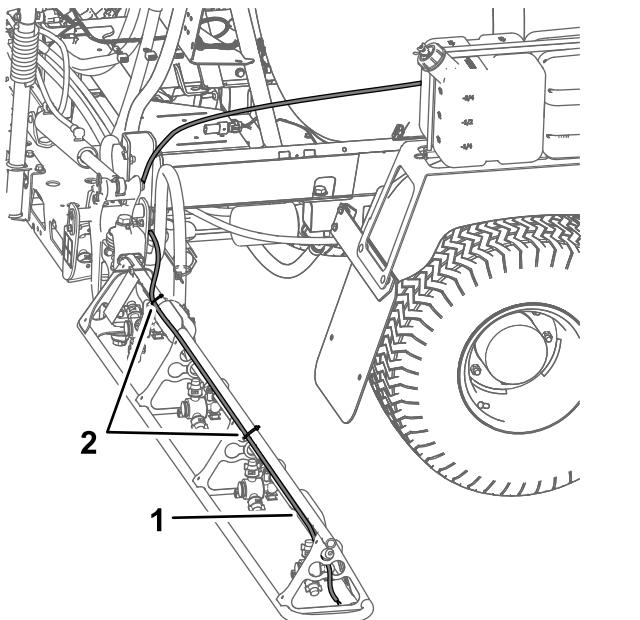

図 13
- 右側ブームで、上サポートポールに沿って泡チューブを取り付ける図 13。